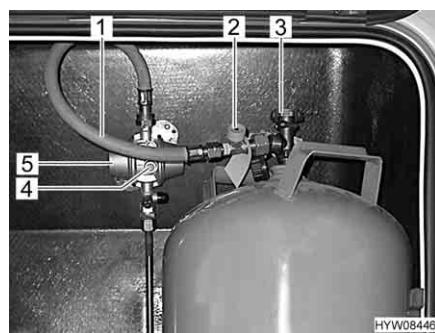

Fig. 46 Vano portabombole
- Chiudere la valvola principale di arresto (Fig. 46,3) della bombola del gas. Osservare la direzione della freccia.
- Svitare manualmente il tubo del gas (Fig. 46,1), dalla bombola del gas (filettatura sinistrorsa).
- Premere con forza il dispositivo antirottura della tubazione (Fig. 46,2) e tenerlo premuto per ca. 5 secondi.
- Premere con forza il pulsante verde (Fig. 46,4) del regolatore di pressione del gas (Fig. 46,5) e tenerlo premuto per ca. 5 secondi. La sorveglianza della pressione è attivata.